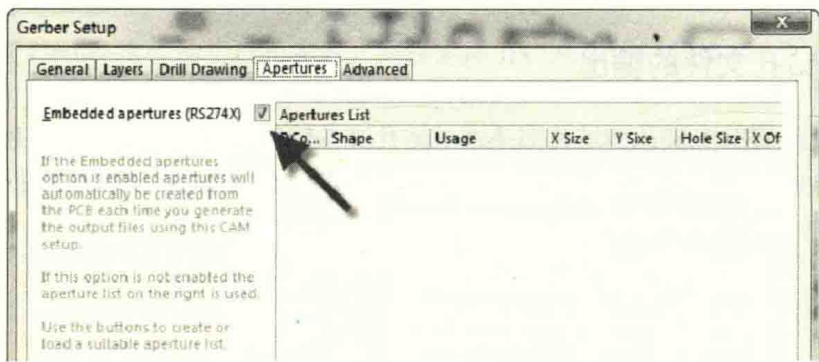

图 10-40 Apertures 设置
(4) Apertures: 默认设置此项，选择 “RS274X” 格式进行输出，如图 10-40 所示。